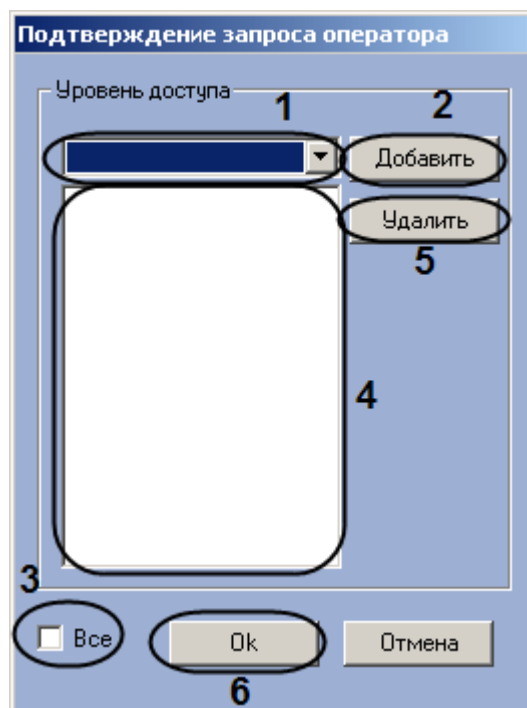

Рис. 3.5—8 Настройка подтверждения запроса оператором
- 6.2 В появившемся диалоговом окне **Подтверждение запроса оператором** из раскрывающегося списка выбрать уровень доступа, для пользователей которого требуется производить подтверждение прохода оператором (Рис. 3.5—8, 1).
6.3 Нажать на кнопку **Добавить** (см. Рис. 3.5—8, 2). Уровень доступа будет добавлен в список (см. Рис. 3.5—8, 4).
*Примечание. Если требуется производить подтверждение прохода оператором для всех уровней доступа, необходимо установить флажок Все (см. Рис. 3.5—8, 3).*